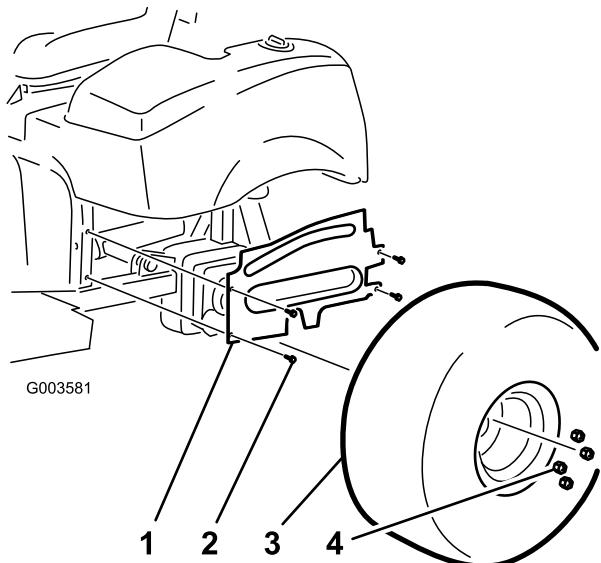

図 8
7. 左側ホイール・シラウドをフレームに取り付ける（外してあったフランジ・ヘッド・ネジを使用する）（図 8）。
8. 左後ろのタイヤを取りつける（図 8）。